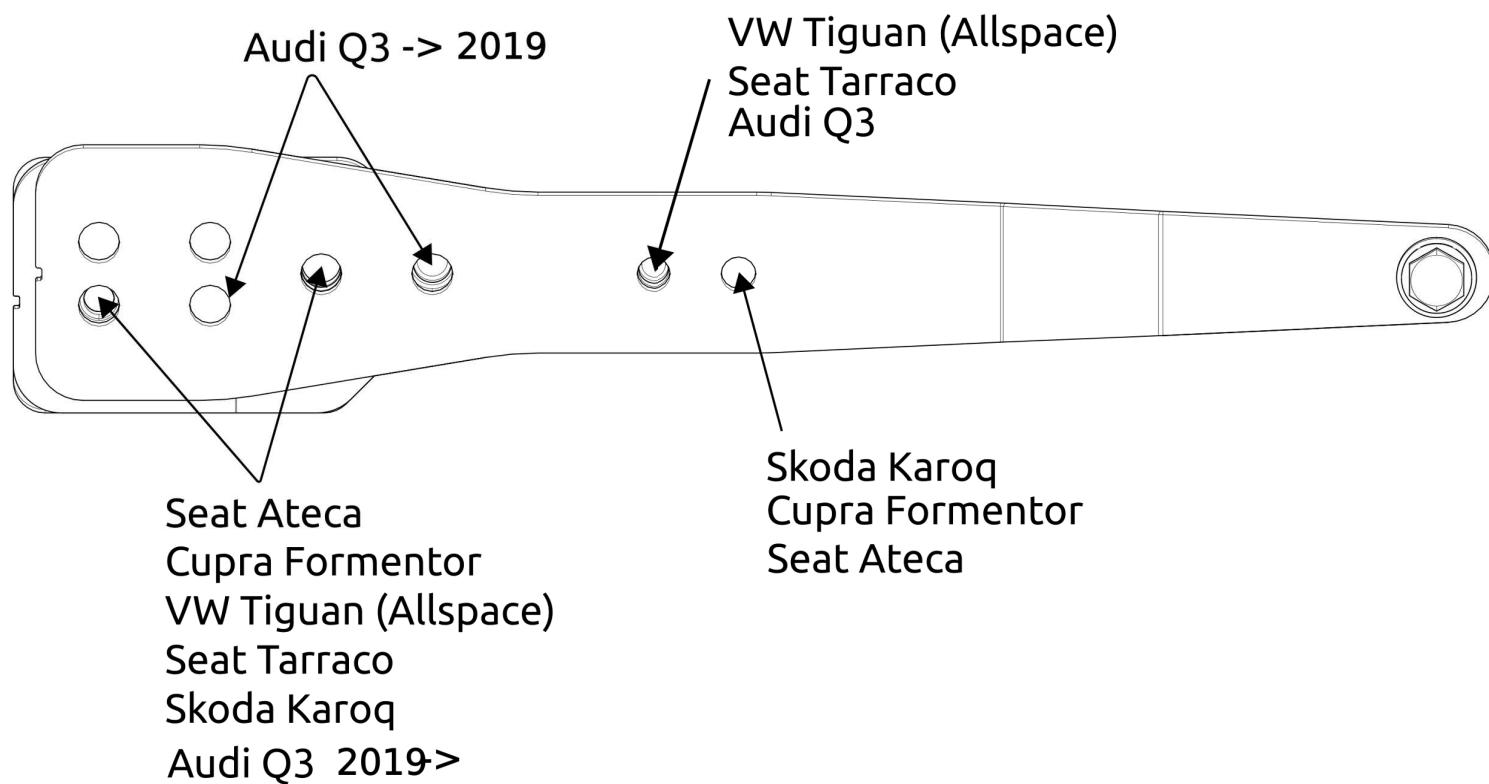

Fig. 8
4. Установить секцию бруса D вместе с опорами I и J и закрепить их в точках E. См. рисунок 8.